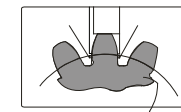

Fig.3
---Déplacez le pied à coulisse pour que la mâchoire horizontale du vernier entre en contact avec le côté gauche de l'engrenage mesuré. Tournez la molette de réglage fin pour déplacer la mâchoire afin que l'autre mâchoire entre en contact avec le côté droit (Fig. 3), serrez la vis de blocage, retirez le pied à coulisse, obtenez l'épaisseur de la corde.